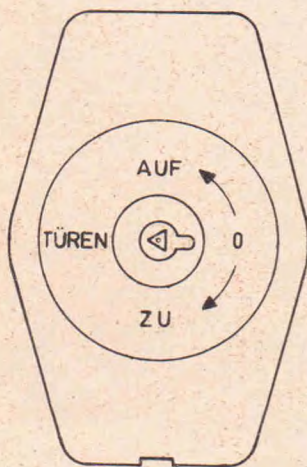

Bild 2
7.4. Die Nase des Dreikantschlüssels bewirkt, daß der Schlüssel nur in der Stellung „0“ abgezogen und aufgesteckt werden kann. Bei einem Bruch der Nase könnte der Schlüssel auch in den Stellungen „Türen zu“ und „Türen auf“ aus dem Drehschieberschalter (vgl. Anlage 3 Bild 2) abgezogen werden.